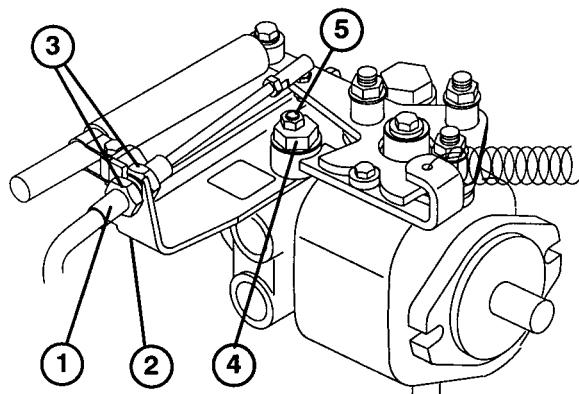

図40
- E. バルクヘッド両側からロックナットを均等に締めてケーブルを固定する。ケーブルを引っ張らないように注意する(図40)。
- A. トランクション・コントロール・ケーブルをハイドロスタッフ上のバルクヘッドに固定しているジャムナット(2個とも)をゆるめる(図40)。
- B. 偏芯ボルト固定用ナット(ハイドロスタッフについている)をゆるめる(図40)。
- D. 車輪の回転が止まる位置まで偏芯ボルト(図40)を回し、ロックナットで固定、機能レバーを何回か操作して調整を確認する。